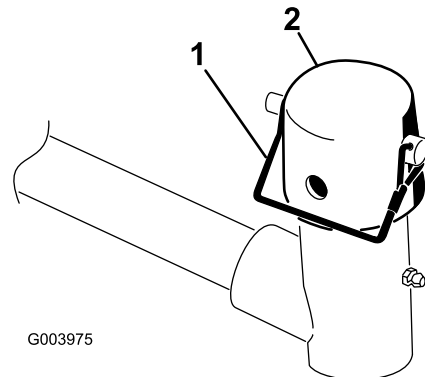

Figura 9
- Retire o pino de encaixe e tampa da forquilha da articulação do braço de elevação (Figura 9).